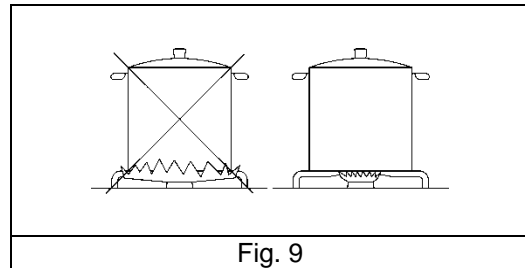

Fig. 9
- Utilisez des casseroles à la bonne taille pour chaque brûleur. (Voir le tableau suivant et la Fig. 9.)